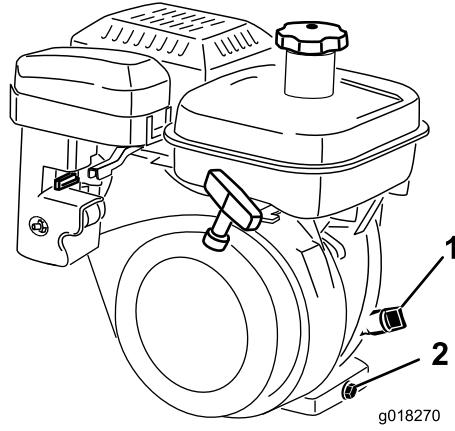

Figure 30
2. Positionnez la machine de sorte que le moteur soit de niveau et nettoyez la surface autour de la jauge d'huile (Figure 30).
3. Dévissez la jauge et retirez-la (Figure 30).
4. Essuyez la jauge sur un chiffon propre et remettez-la dans l'orifice de remplissage, sans la visser. Sortez de nouveau la jauge et vérifiez le niveau d'huile. Si le niveau est bas, ajoutez suffisamment d'huile pour le faire monter entre les repères H et L sur la jauge (Figure 30). Vérifiez le niveau d'huile. Ne remplissez pas excessivement.
2. Placez un bac de vidange sous le bouchon de vidange à l'arrière de la machine (Figure 30). Desserez le bouchon de vidange.